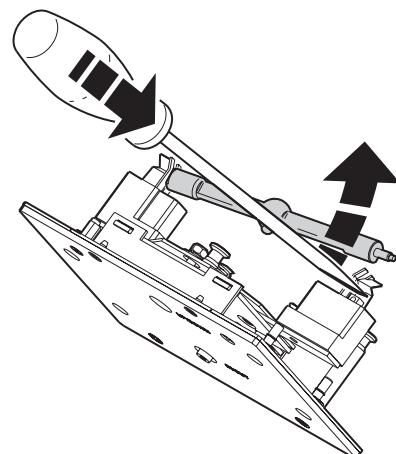

Figure 3: Retrait de la lampe
3. Poussez le ressort de rétention sur la partie droite de la douille et dégagez le bout de la lampe. Vous pouvez vous aider d'un tournevis pour dégager la lampe du ressort comme indiqué sur la Figure 3.